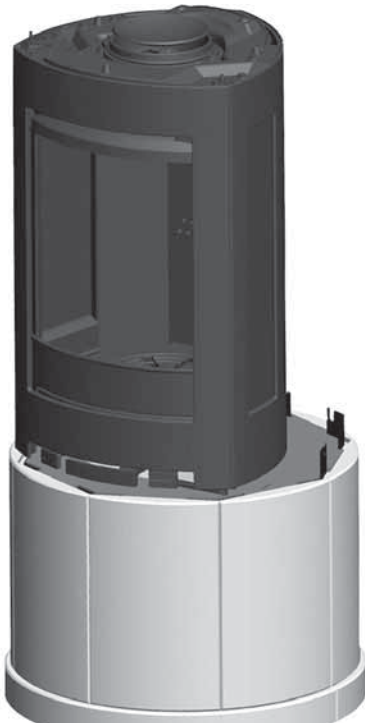

Fig. 12
7. Verbinden Sie die Sicherungshalterung (8) mit der Trägerplatte. Verwenden Sie dazu die beiliegenden Schrauben (32). Siehe **Abb. 12**.